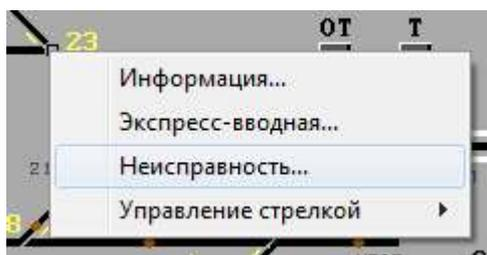

Рисунок 7.20. Открытие окна устранения неисправности
1) Для устранения потери контроля стрелочного перевода требуется вызвать контекстное меню на неисправной стрелке и выбрать пункт «Неисправность» (Рисунок 7.20)